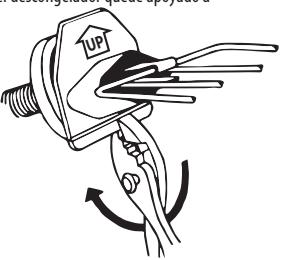

FIGURA 4
a) Si la base de la placa de plástico golpea contra la base de la superficie del tanque y no permite que el descongelador quede apoyado a ras contra el orificio de desagüe, desprenda la banda de plástico a lo largo de la ranura, como se ilustra en la figura 4. Si debió romper esta banda, también debe usar una navaja para cortar el trozo de junta que se solapa.